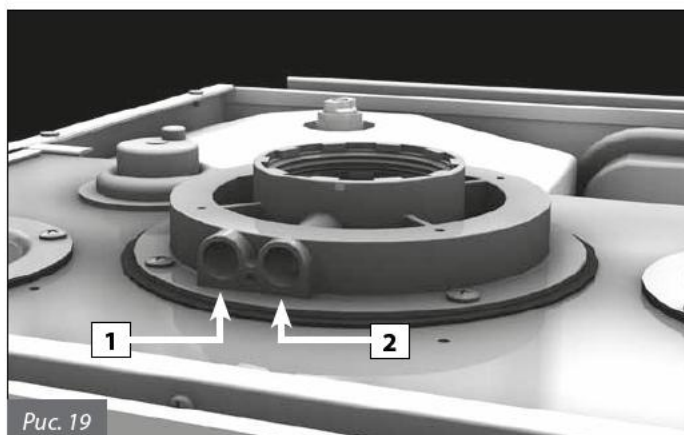

Рис. 19
На патрубке размещены отверстия для забора проб воздуха поступающего на горение и дымовых газов (рис. 19).
- замер температуры воздуха поступающего на горение через соответствующее отверстие 1 (рис. 19).
- замер температуры и содержания CO_2 в дымовых газах через соответствующее отверстие 2 (рис. 19).